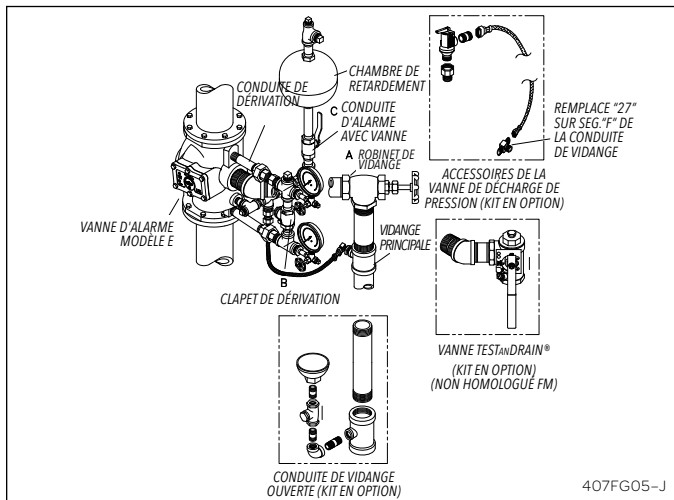
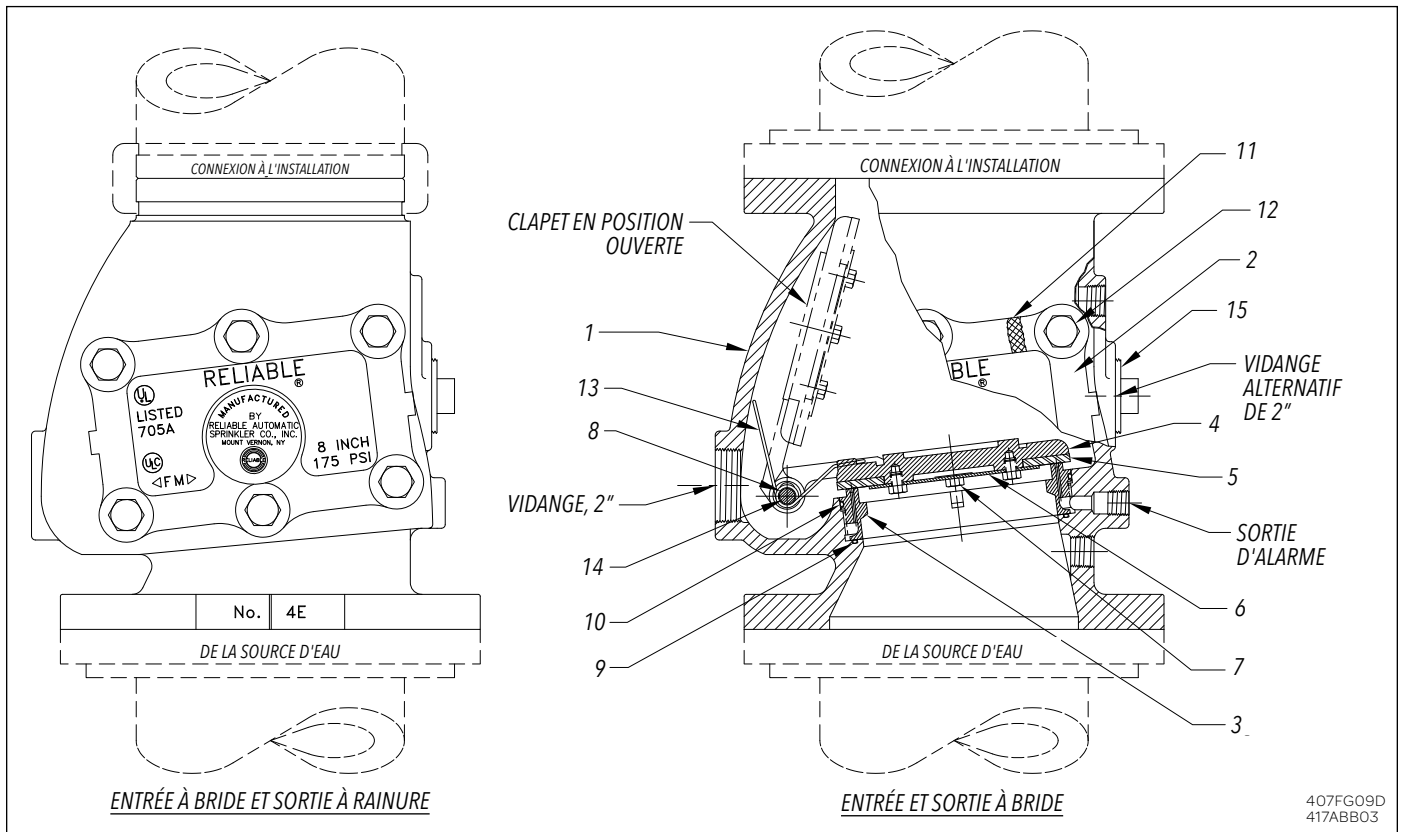

Fig. 7 – Accessoires E3 pour installation verticale
Fig. 9
1. La conduite de dérivation, figure 7, dotée d'un clapet anti-retour (B), permet à la surpression de pénétrer dans la tuyauterie du système en aval du clapet d'alarme sans que le siège de ce dernier se soulève. Les surpressions fréquentes font accumuler un excès de pression dans le système, ce qui maintient le clapet en place et prévient le déclenchement de fausses alarmes. Si une forte surpression éloigne le clapet de son siège et permet à l'eau de s'écouler dans les conduites d'alarme, la chambre de retardement de modèle E1 de Reliable entre en action.
### Tests (voir Figs. 7 et 8)
1. Ouvrir la vanne (A), figure 7, pour la vidanger. Cela devrait éliminer toute substance du siège de la vanne d'alarme. Fermer la vanne et observer si le débit d'eau cesse.
Assemblage : Élément 5, figure 9.
- 3) Joints toriques du siège : Éléments 9 et 10, figure 9.
- c. Dans les deux cas (a ou b), vidanger le système en ouvrant la vanne (A), fig. 7 et 8. Retirer le couvercle (2), figure 9, le bouchon de l'arbre (14), l'axe de charnière (8) et le clapet (4). **Remarque :** Lorsque vous retirez l'axe de charnière (8), maintenez le ressort (13) enfoncé.
- 2) Retirer les joints toriques, éléments 9 et 10, figure 9. Nettoyer consciencieusement les rainures des joints toriques et les surfaces d'étanchéité. Vérifier que les joints ne sont pas endommagés et ne comportent aucun corps étranger.
- 3) Replacer le couvercle (2) en s'assurant que le joint du couvercle (11) est en place et que les boulons et écrous sont bien vissés.
- 4) Fermer la vanne de vidange (A), fig. 7. Ouvrir lentement la vanne d'arrêt principale. S'assurer que la vanne (C) et la vanne d'arrêt principale sont contrôlées correctement en position OUVVERTE.
Les fausses alarmes sont généralement provoquées par des surpressions survenant dans l'alimentation en eau. Elles peuvent se produire si le système perd son excès de pression (voir la section Fonctionnement). Des lectures similaires sur les manomètres du système et de pression indiquent que l'état de pression excédentaire a disparu. Un ou plusieurs des facteurs suivants contribuent à cette perte de pression – Fuite des robinets de vidange, fuite du siège de la vanne d'alarme (3), Figure 6, fuite entre le clapet (4) et le revêtement (5) ou fuite au niveau du clapet de dérivation (H), fig. 7. Mesures correctives :
- a. Fermer la vanne d'arrêt principale et libérer la pression entre la vanne d'arrêt principale et le clapet de la vanne d'alarme via la vanne du manomètre inférieur NPT 1/4". Fermer cette vanne avant de retirer le bouchon NPT 1/4" et l'ouvrir ensuite, une fois que le bouchon a été retiré, pour libérer la pression. Si de l'eau continue à s'écouler de cette vanne, le clapet de dérivation (B) doit être nettoyé, réparé ou remplacé.
- b. Si le clapet de dérivation (B) fuit, procéder aux réparations nécessaires après avoir ouvert la vanne (A) pour vidanger complètement le système.
- c. Après avoir effectué ces réparations, fermer les vannes (A), puis ouvrir lentement la vanne d'arrêt principale et la contrôler de manière appropriée.